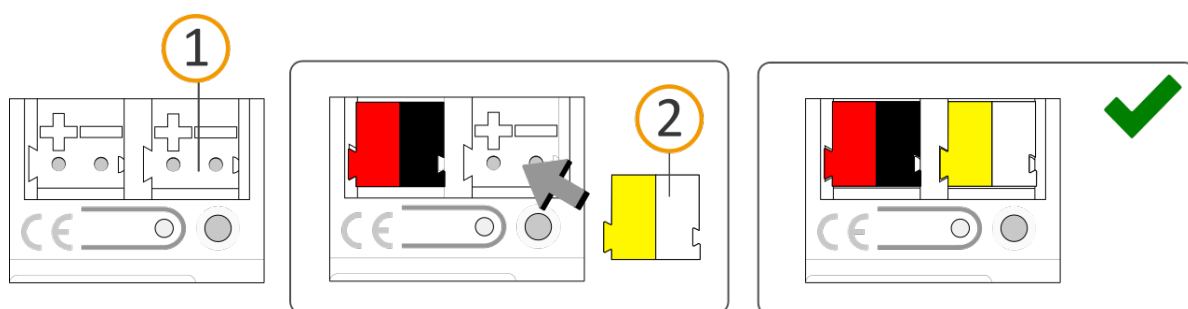

Abbildung 12: Spannungsversorgung anschließen
3. Verbinden Sie die externe Spannungsversorgung mit dem Spannungsversorgungsanschluss (siehe Abbildung 12, Pos. 1) mittels beigefügter Spannungsanschlussklemme (siehe Abbildung 12, Pos. 2). Polung: links/gelb: „+“, rechts/weiß: „-“.
- a. Stecken Sie die Spannungsanschlussklemme (siehe Abbildung 12, Pos. 2) auf.